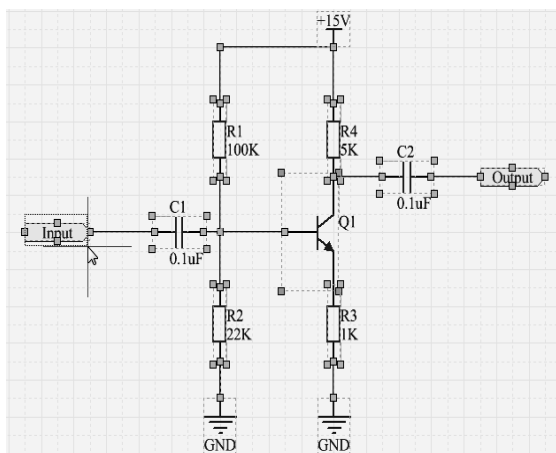

图 4-1-21 虚线框只包含端口 Input
(2) Edit → DeSelect → Outside Area 命令。该命令的功能是取消虚线框外所有对象的选中状态。例如，要取消端口 Input 以外的所有元器件的选中状态，则按以下步骤操作。
① 执行菜单命令 Edit → DeSelect → Outside Area，鼠标指针变为十字形。
② 在适当位置单击，然后移动鼠标指针将产生一个矩形虚线框，将端口 Input 完全包含在矩形虚线框内且只包含端口 Input，如图 4-1-21 所示。